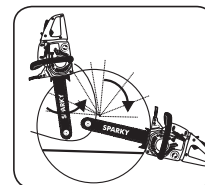

Abb. 10D
2. Wenn der Durchmesser des zu schneidenden Holzes größer ist als die Schienenlänge, machen Sie 2 Schnitte gemäß Abbildung (Abb. 10D).